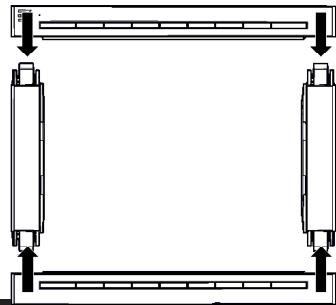

Fig. 5
- Assemblez la trousse de finition comme indiqué dans (Fig. 5).